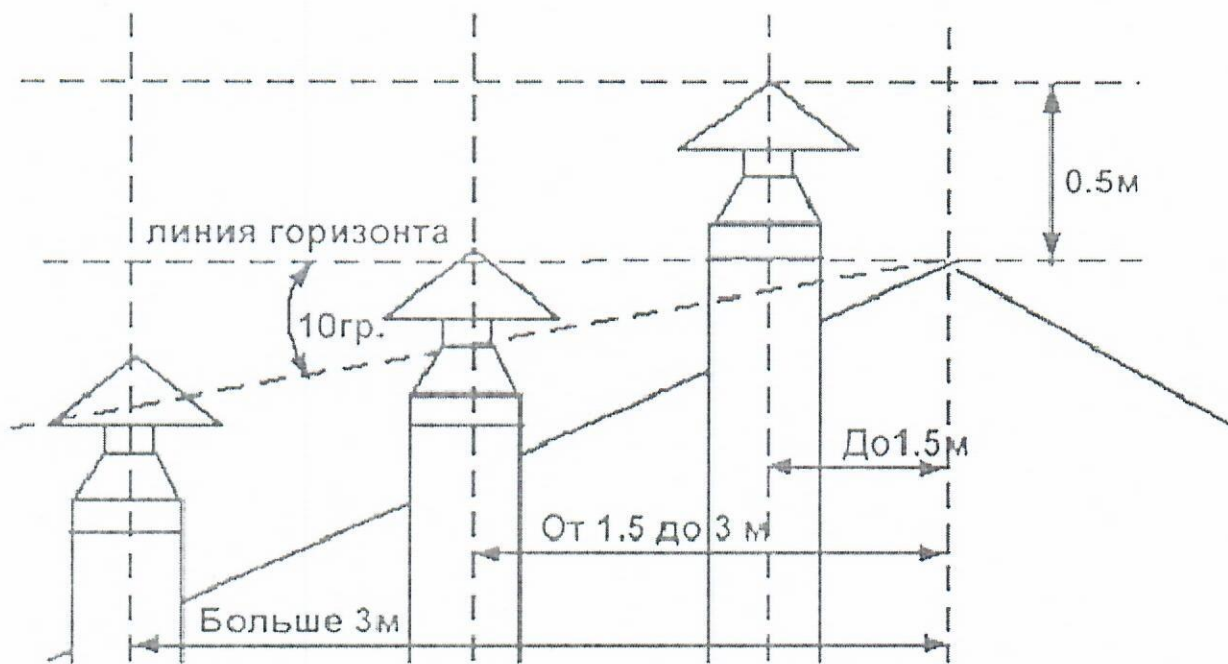

Рисунок 7 — Схема размещения дымоходов
3.2.3.4 Высоту дымохода можно рассчитать используя рисунок 7.